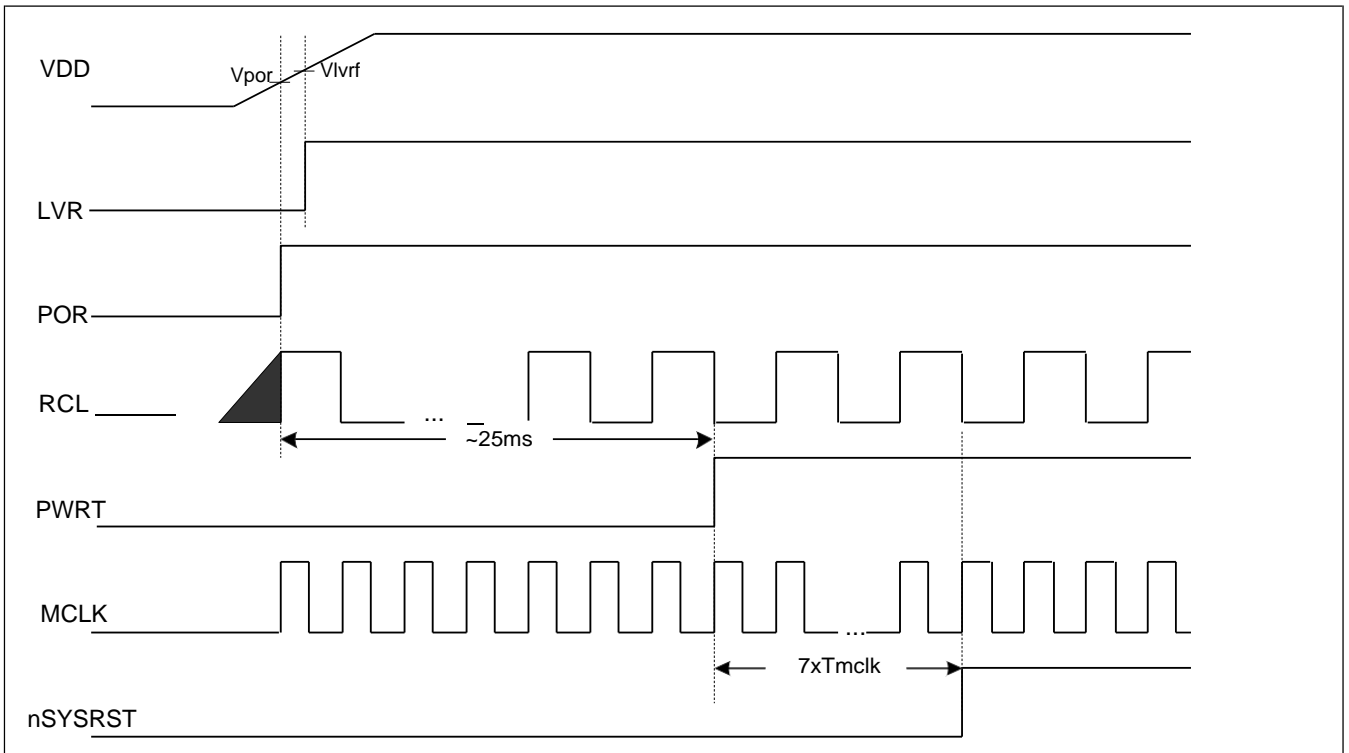

图 14 上电复位典型时序
不同的复位源，触发条件与释放条件略有不同。对于 POR 复位，为了保证电路开始工作时电源电压已经进入安全工作区，QF08L18 对 POR 复位增加了一个上电复位延时定时器（PWRT）。如图 14 所示，该定时器采用内部低频 RC 振荡时钟作为计数时钟源，POR 复位时，将复位 PWRT。POR 复位释放后，计数器开始计数，计满 518 个周期后溢出。按照典型 RCL 时钟频率为 32KHz 计算，PWRT 为上电复位 POR 提供一个约 25ms^①（标称值）的固定延时。